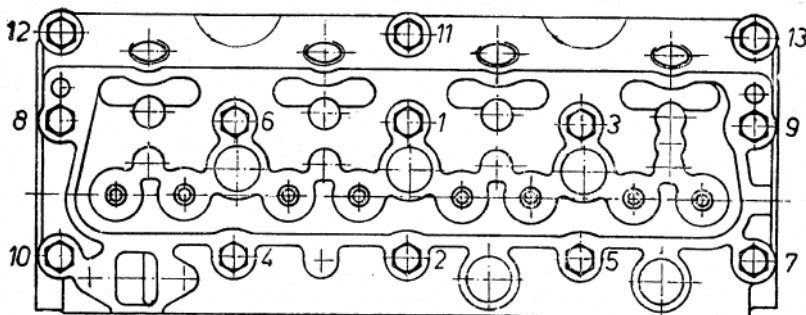

Bild 48. Reihenfolge für das Anziehen der Zylinderkopfbefestigungsschrauben in 3 Stufen
Nach 500 km und 20000 km sind die Sechskantschrauben am Zylinderkopf und die Muttern der Saug- und Auspuffleitung (bei kaltem Motor) nachzuziehen. Die Schrauben an den Öl- und Kraftstoffleitungen sind, wenn nötig, nachzuziehen. Zylinderkopfschrauben, von der Mitte nach außen gehend, nachziehen (Bild 48).
2. Zylinderkopfdichtung auf das Kurbelgehäuse legen. Dabei muß die breite Einfassung der Zylinderbohrung nach oben zeigen. Danach wird der Zylinderkopf aufgesetzt und die vorher eingeölte Sechskantschrauben montiert. Das Anziehen des Zylinderkopfes erfolgt in drei Arbeitsstufen (Bild 48).